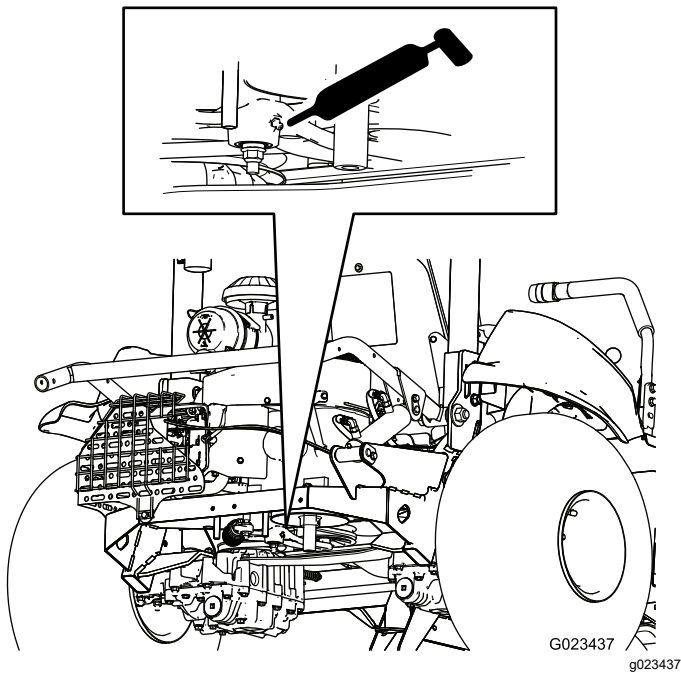

Figure 30
- Tendeur de courroie (1) – Figure 30